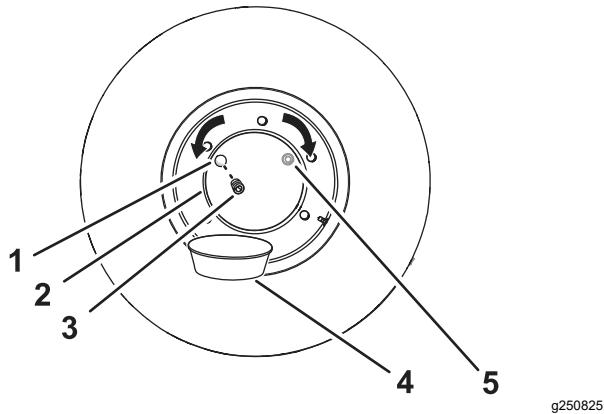

Figura 95
2. Spostate la macchina avanti o indietro al fine di posizionare il tappo dell'olio del mozzo nella posizione ore 10 o ore 2 nell'orologio (Figura 95).
4. Mettete una bacinella di spurgo sotto il tappo del mozzo della ruota (Figura 95).
5. Rimuovete il tappo dal relativo mozzo (Figura 95).
6. Verificate che il livello dell'olio sia alla base della filettatura del foro del tappo dell'olio (Figura 95).
8. Montate il tappo nell'apposito foro del mozzo della ruota (Figura 95).
1. Spostate la macchina avanti o indietro al fine di posizionare il tappo dell'olio del mozzo nella posizione delle ore 12 nell'orologio; fate riferimento alla Figura 95 in Controllo del livello dell'olio nei mozzi delle ruote \(pagina 71\).